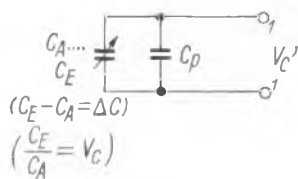

Bild 2. Bandspreizung durch Parallelkapazität zum Drehkondensator
Die Schaltung zeigt Bild 2.
- V_C' = Kapazitäts-Variationsverhältnis der Gesamtschaltung (an den Klemmen 1,1 in Bild 2),